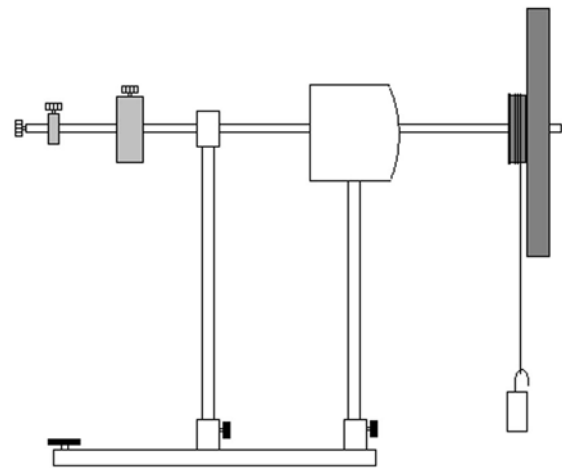

Fig. 1: Determinación del momento de inercia del disco
- Armar el giroscopio de acuerdo con la fig. 1 y ponerlo en equilibrio.